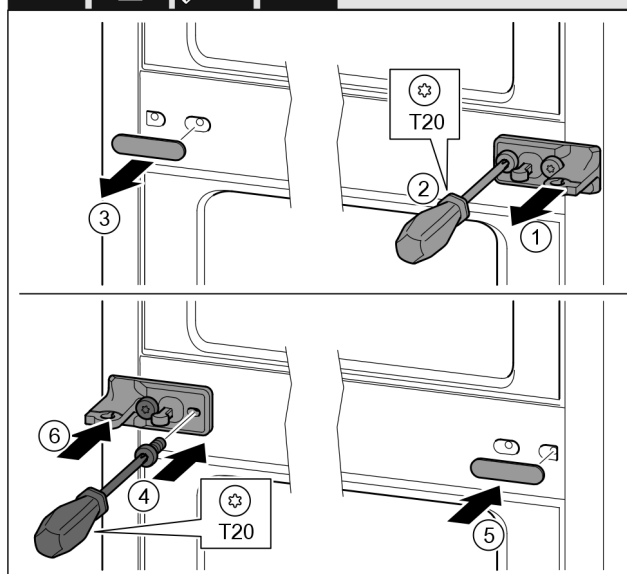

Fig. 13
- ▶ Noņemiet paplāksni Fig. 13 (1).
- ▶ Ar skrūvgriezi izskrūvējiet skrūves Fig. 13 (2).
- ▶ Uzmanīgi noņemiet pārsegu Fig. 13 (3).
- ▶ Pieskrūvējiet stingri gultņa balstu ar plēvi Fig. 13 (4), pagrieztu par 180°, otrajā pusē.
- ▶ Piestipriniet pārsegu Fig. 13 (5), pagrieztu par 180°, otrajā pusē.
- ▶ Uzbīdiet paplāksni Fig. 13 (6) no priekšas.